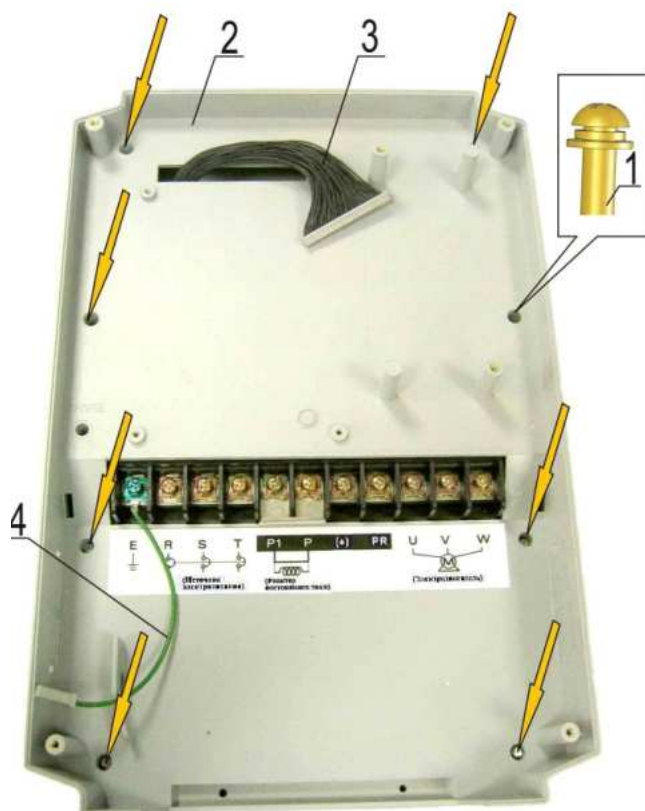

Рис.6.6
6.5.2. Выкрутить восемь винтов 1 в средней части корпуса 2 (рис. 6.6).